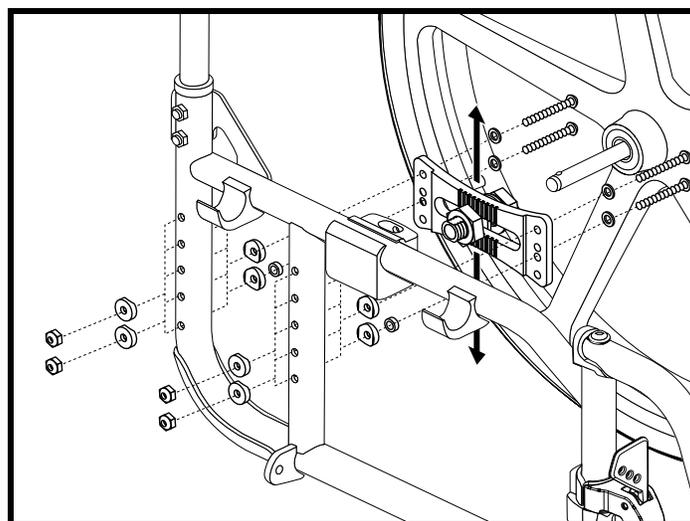

Figure 17. Réglages en hauteur des roues arrière
2. Retirer la quincaillerie qui fixe le support d'essieu au châssis. **Voir la figure 17.**